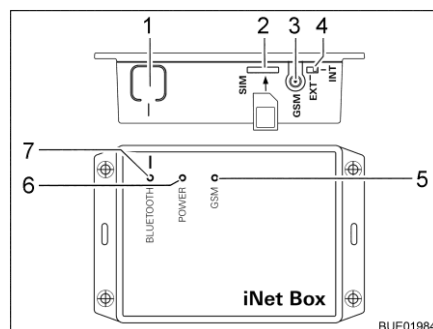

Bild 59 Truma iNet-Box
- Tryck in knappen BLUETOOTH (Bild 59,1) på iNet-Box i 1 sekund. Truma iNet-Box förblir synlig i ungefär 2 minuter i mobil terminalenheten (Namn: "Truma iNet-Box"). Under denna tidsrymden, blinkar den blå lysdioden BLUETOOTH (Bild 59,7).
- Skjut försiktigt in mini-SIM-kortet med ett telefonnummer och tillräckligt med kredit, i kortutrymmet i Truma iNet-Box, enligt beskrivningen (Bild 59,2) tills det hakar fast. Den röda lysdioden GSM (Bild 59,5) ska blinka kontinuerligt. När den röda lysdioden tänds efter 20 sekunder: Testa mini-SIM-kortet.